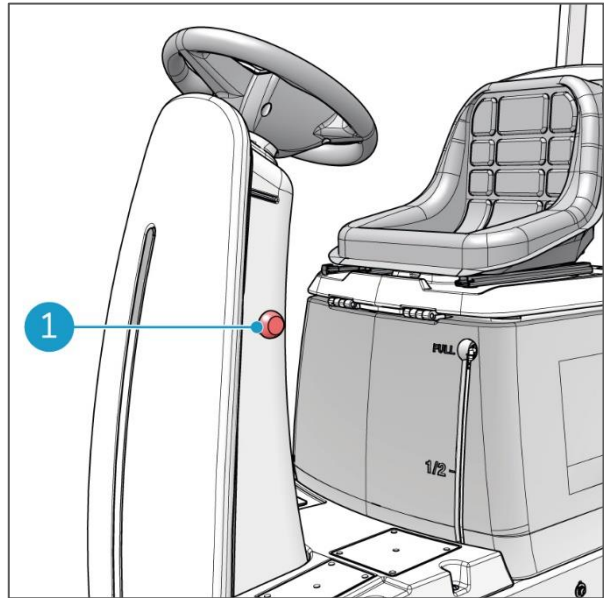

Figura 29
In caso di emergenza, premere il pulsante di arresto di emergenza (Figura 29, pos 1). Questo spegne completamente la macchina. Consultare la sezione 2.3.1.